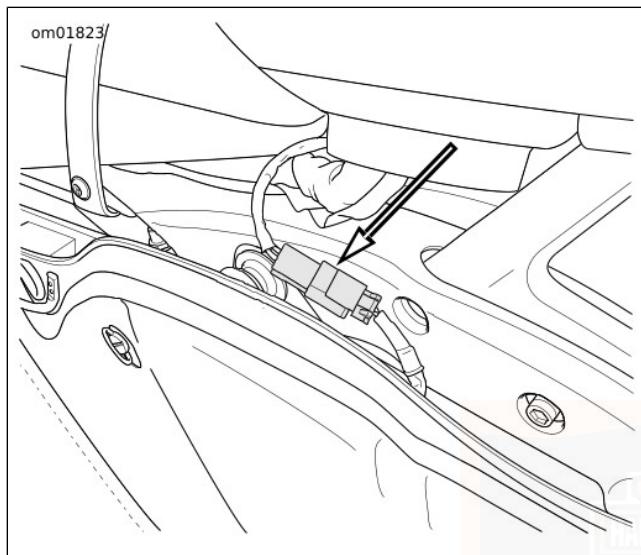

Figura 53. Connettore della serratura elettrica della borsa
2. Vedere Figura 53. Scollegare il connettore della serratura elettrica della borsa.
4. Vedere Figura 53. Collegare il connettore della serratura elettrica della borsa.